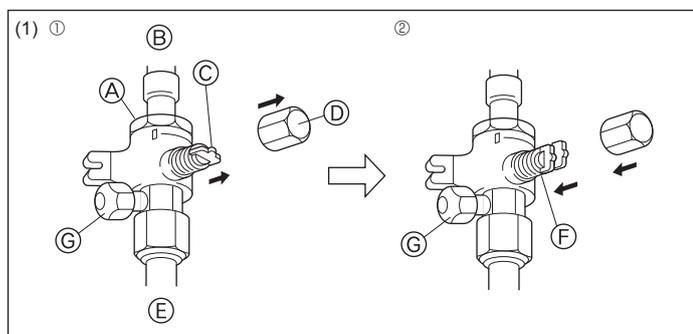
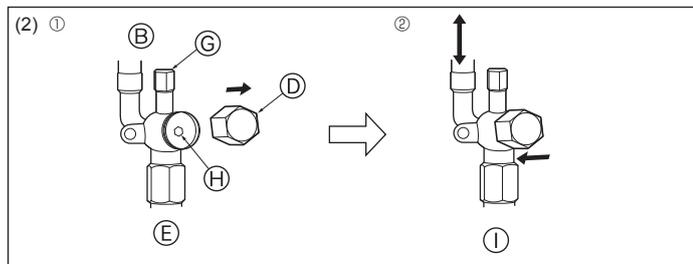

Fig. 4-12
Fig. 4-13
- (1) Lato del gas (Fig. 4-12)
- ① Rimuovere il cappuccio, tirare la maniglia verso di sé e ruotare di 1/4 di giro in senso antiorario per aprire.
- ② Assicurarsi che la valvola d'arresto sia completamente aperta, spingere in dentro la maniglia e riportare il cappuccio alla posizione originale.
- (2) Lato del liquido (Fig. 4-13)
- ① Togliere il cappuccio e girare fino a quando è possibile l'asta della valvola in senso antiorario utilizzando una chiave esagonale N° 4. Smettere di girare quando si urta l'otturatore.